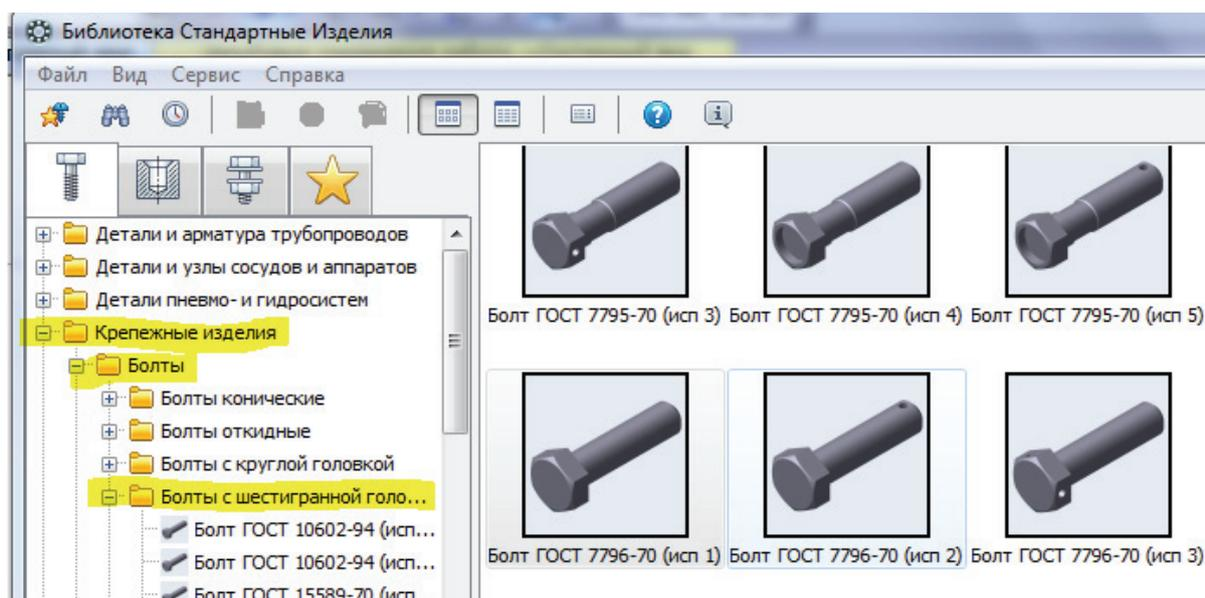

Рис. 5.3
• В появившемся окне в дереве файлов последовательно выбираем Крепежные изделия → Болты → Болты с шестигранной головкой, находим болт с нужным ГОСТом и дважды щелкаем по нему левой кнопкой мыши или по иконке с изображением болта (рис. 5.3). В некоторых библиотеках эти болты называются Нормальными.